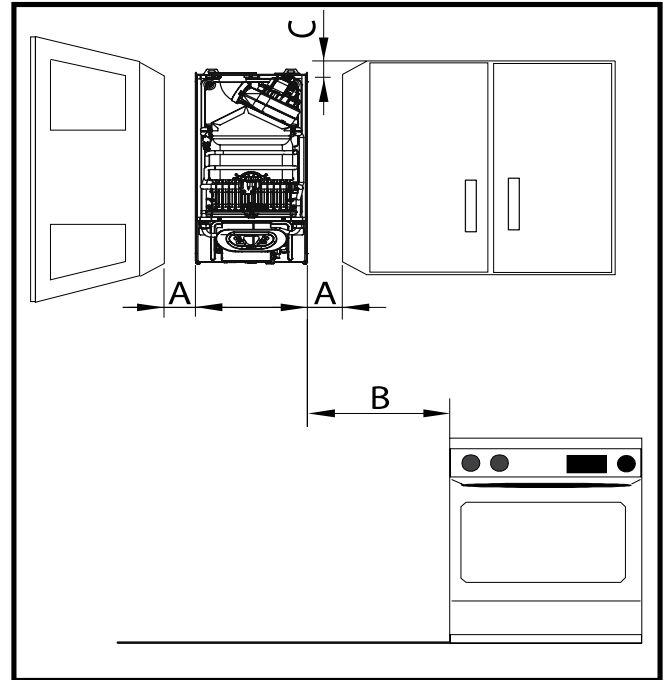

fig. 7 - Distancias mínimas
- 1 - Abra el embalaje, dentro encontrará la plantilla de montaje. Sitúela en la pared a la altura apropiada (**verificar las distancia, ver fig.7**) asegurándose de que la plantilla esté lo más horizontal posible (utilizar un nivel).